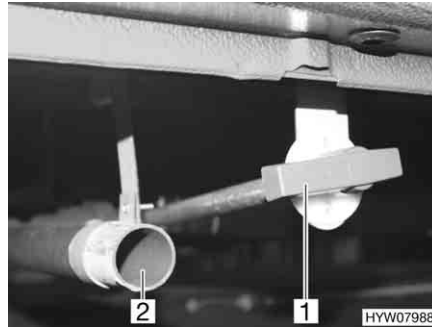

Bild 82 Bedienhebel und Ablaufrohr des Abwassertanks
Der Bedienhebel (Bild 82,1) für die Abwasserentsorgung ist neben dem Ablaufrohr (Bild 82,2) auf der linken Fahrzeugseite montiert.
- Den Abwasserschlauch (Sonderausstattung) auf das Ablaufrohr (Bild 82,2) stecken.
- Ablasshahn öffnen. Dazu den Bedienhebel (Bild 82,1) des Ablasshahns eine viertel Umdrehung drehen. Das Abwasser wird abgelassen.
- Nachdem das Abwasser vollständig ausgelaufen ist, den Ablasshahn wieder schließen. Dazu den Bedienhebel (Bild 82,1) des Ablasshahns eine viertel Umdrehung drehen.